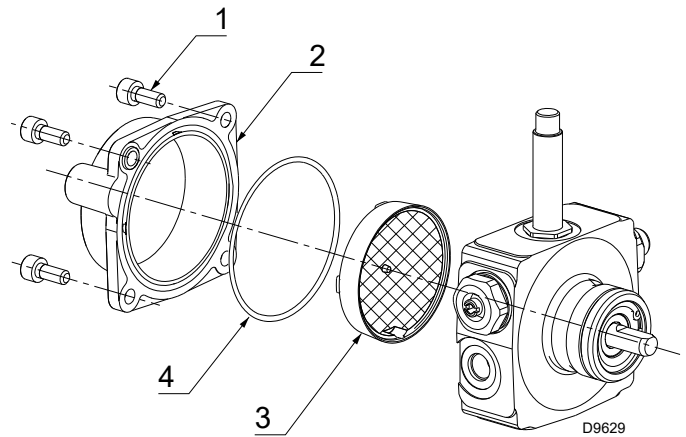

Fig. 8
- Desenroscar con llave hexagonal de 4 mm los tornillos 1) (Fig. 8) que fijan la tapa 2).